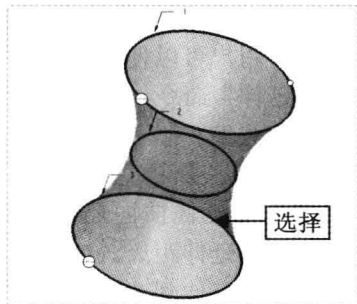

图 9-108 选择曲线
Step 03 弹出“边界混合”选项卡, 按住【Ctrl】键的同时, 在绘图区依次选择3条曲线, 如图9-108所示。